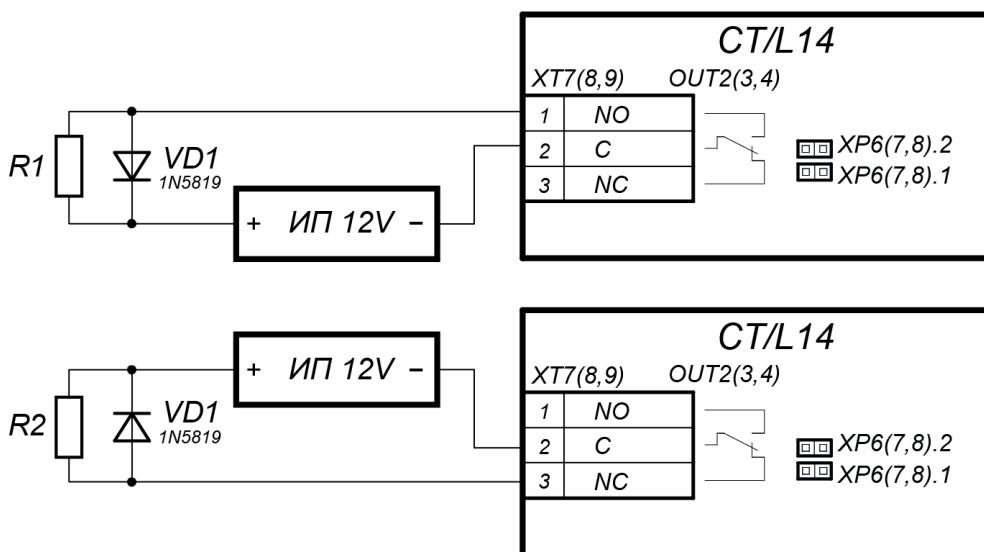

Рисунок 12. Схема подключений дополнительного оборудования к релейным выходам контроллера
1. Типовые схемы подключения дополнительного оборудования представлены на рис. 12, 13, 14.
При подключении к выходам **дополнительного оборудования** с индуктивной нагрузкой (*Rl*) необходимо использовать диод искрозащиты (**VD1** на рис. 12). Например, диод Шоттки, рассчитанный на рабочий ток не менее 1A (1N5819).